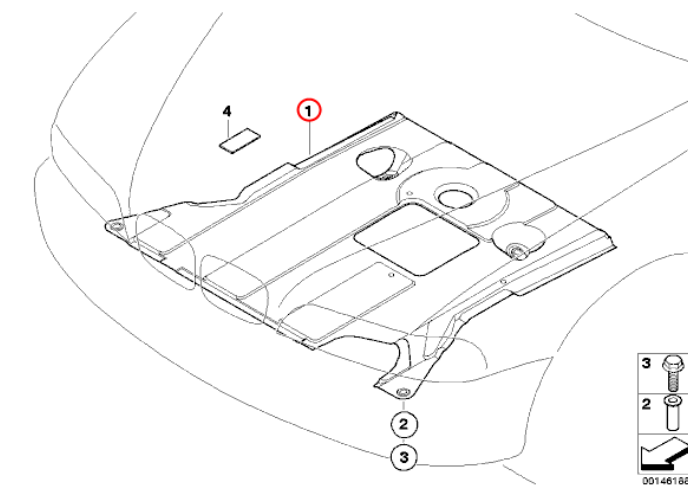

Abbildung 5
11. Demontage Aggregatunterschut (Abb. 5, Pos.1)